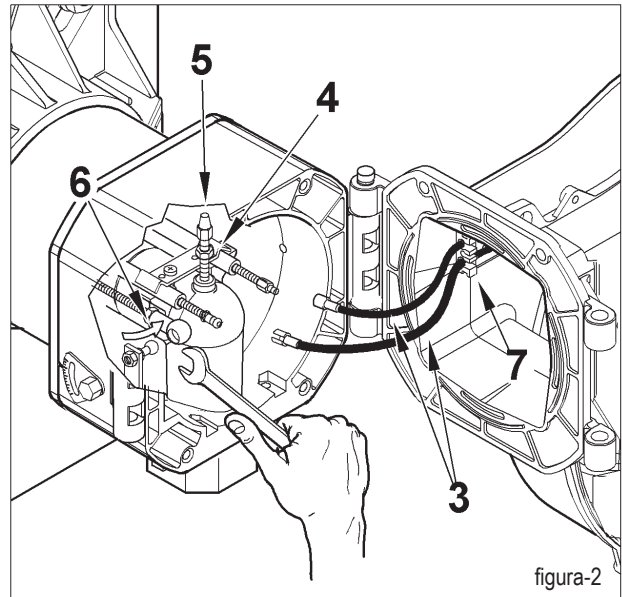

figura-2
Utilizando la misma llave, actuar sobre la articulación esférica (6) en la dirección indicada por la flecha desenganchando la palanca de avance de la cabeza de combustión (figura 2).
Quando se cierra el quemador, tirar delicadamente hacia el cuadro eléctrico, poniéndole en ligera tensión los dos cables de encendido y de ionización, luego meterlos en sus alojamientos (7) como indica la figura 2. Esto evitará que el ventilador los dañe durante el funcionamiento del quemador.